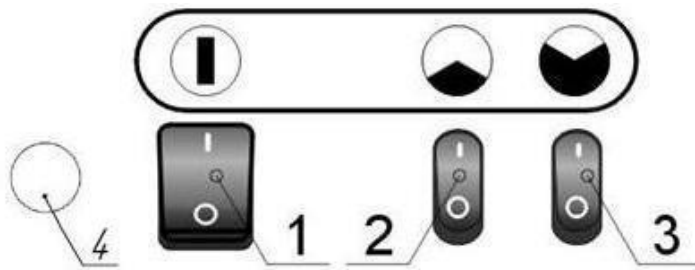

Рис.2. Пульт управления
На планке кнопок управления поз. 2 расположены выключатель сетевой поз. 1 (рис.2) и выключатели нагревателей поз. 2 и 3 (рис. 2).
7.1.1 Для включения тепловентилятора в режим вентиляции необходимо включить сетевой выключатель (поз.1 рис.2) в положение “  ”, при этом включается подсветка клавиши и включается вентилятор.
Для работы в режиме 1 с мощностью 4,0 кВт включить клавишу поз.2 (рис.2) в положение “  ” при этом включается подсветка клавиши, и тепловентилятор работает с 1ой группой нагревателей мощностью 4,0 кВт ().
Для работы в режиме 2 установить клавишу поз. 3 (рис.2) в положение “  ”. При этом горит подсветка клавиш и тепловентилятор работает с мощностью 6,0 кВт ().
Для работы в режиме 3 установить клавиши 2 и 3 (рис.2) в положение “  “. При этом горит подсветка всех клавиш и тепловентилятор работает с полной мощностью 10,0 кВт. ( ).